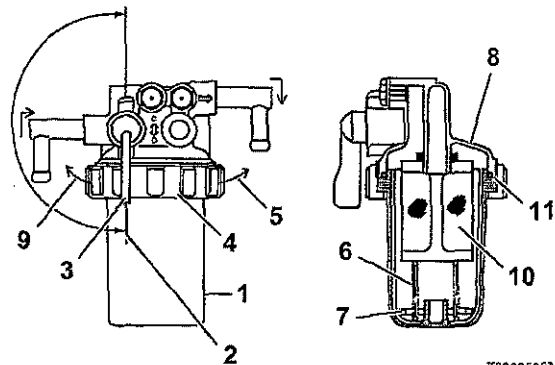

図 3
1. 抜き出された水やごみを集めるため、専用の容器を燃料フィルタ / 油水分離器のカップ (1, 図 3) の下に置きます。
2. 燃料コック (3, 図 3) を閉じます (2, 図 3)。
3. リテーナリング (4, 図 3) を左側に回します (9, 図 3)。
4. 十分注意しながら、カップ (1, 図 3) を取り外します。カップ内の押さえばね (6, 図 3) とフロートリング (7, 図 3) を取り出します。カップ内の燃料やドレンを専用容器に移し、定められた方法で廃棄します。カップ内の燃料がこぼれないように布切れで受けます。こぼした燃料は、直ちにふき取ります。
6. メッシュフィルタ (10, 図 3) の状態を点検します。必要に応じて、メッシュフィルタを掃除します。
7. Oリング (11, 図 3) の状態を点検します。必要な場合は、Oリングを新品と交換します。
8. カップ内にフロートリング (7, 図 3) と押さえばね (6, 図 3) を置きます。
9. カップを取付面 (8, 図 3) に取り付け、リテーナリング (4, 図 3) を右に回します (5, 図 3)。締め付けは、必ず手で行います。
10. 燃料コック (3, 図 3) を開けます。